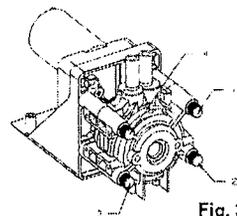

Fig. 3
3. Remova os quatro parafusos do corpo da bomba (veja fig. 3).